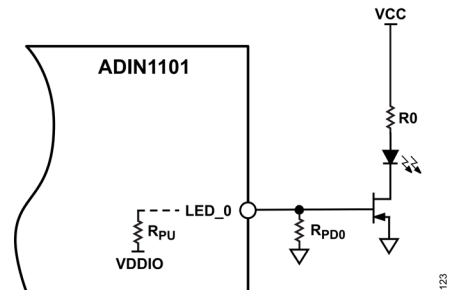

図 27. トランジスタ制御 LED 構成
必要な LED 電流が、LED_0 ピンが供給できる電流より大きい場合の代表的な構成を、図 27 に示します。この回路は、アクティブ・ハイ LED モードを使用して動作します。N チャンネル金属酸化膜半導体電界効果トランジスタ（MOSFET）などの外部トランジスタが使用できます。トランジスタは、ゲート入力容量が LED_0 ピンの最大定格を超える電流を動作中にシンクすることのないように選択する必要があります。詳細については、トランジスタの技術仕様書を参照してください。必要に応じ、トランジスタのゲートと ADIN1101 ピンの間に抵抗を配置したり、GND と LED_0 ピンの間にコンデンサを並列に配置したりして、突入電流を低減できます。これらの追加の抵抗やコンデンサの値は、選択したトランジスタに応じて定める必要があります。
4.7kΩ の外部プルダウン抵抗（R_{PD0}）を推奨します。図 27 において、VCC は LED に給電するための電源です。